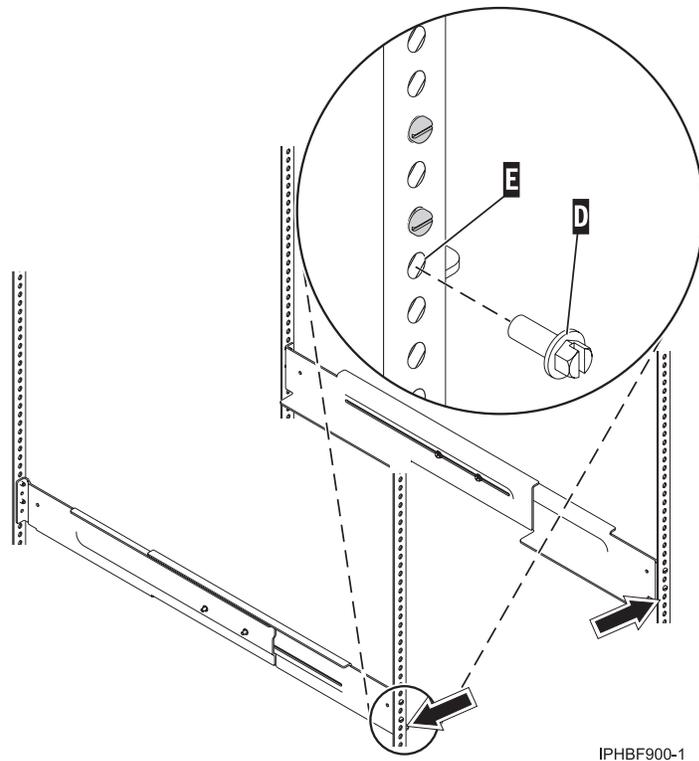

Figure 75. Fixation des glissières à l'avant de l'armoire
13. Si vous installez une unité d'extension 57/90, fixez le support d'extension (F) dans la glissière de droite en le faisant passer par l'armoire à l'aide de trois vis M5 (G).
14. Serrez les deux vis sur la partie médiane de la glissière gauche et de la glissière droite. Pour plus d'informations, voir la figure 75, à la page 80.